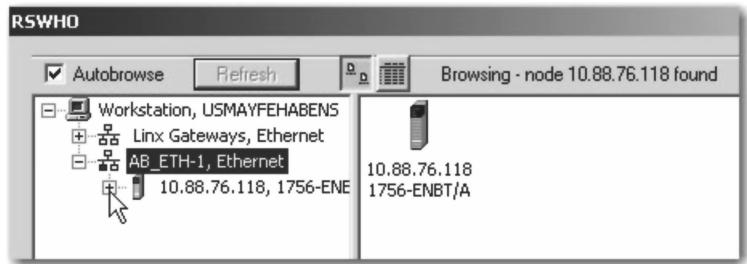

图 12-5 选择监控对象
11. 出现以下界面后，左键单击演示箱中 1756-ENBT 的 IP 地址前面的 + 符号，以展开其中的选项（10.112.2.1x3，其中 x 是学员站的编号），如图 12-5 所示。